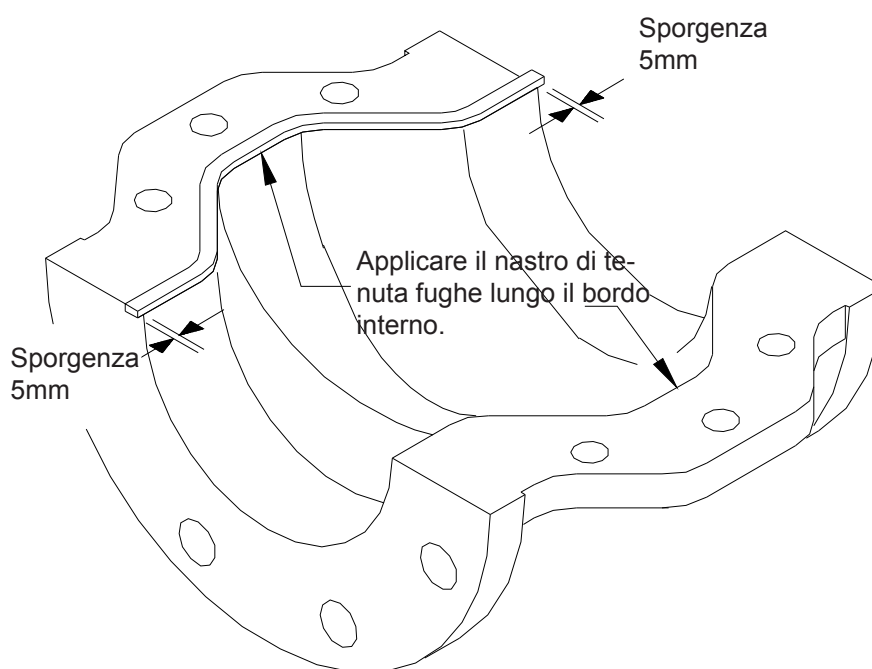

Figura 4-1: applicazione del nastro di tenuta fughe
- PASSO 3: per la tenuta ermetica delle metà del corpo valvola è sufficiente un nastro di tenuta fughe largo 5 mm in teflon PTFE. Applicare il nastro soltanto su una delle metà del corpo valvola, non su entrambe. Il nastro dovrebbe scorrere lungo l'area interna della metà del corpo valvola e sporgere oltre il bordo di circa 1/16" fino a 1/8" (vedi figura 4-1).